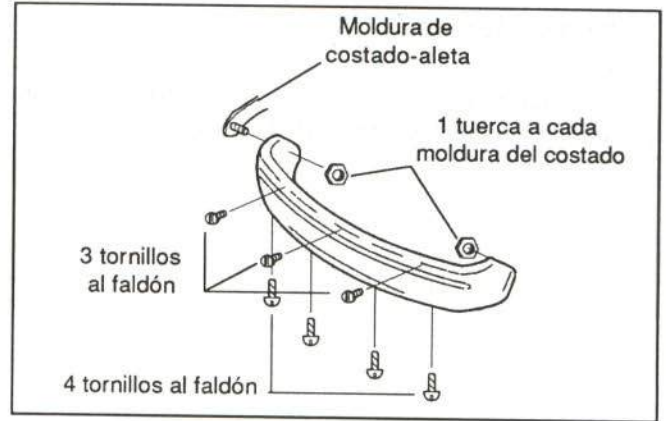

Figura 47.- Unión del paragolpes trasero
- Paragolpes trasero (figura 47)